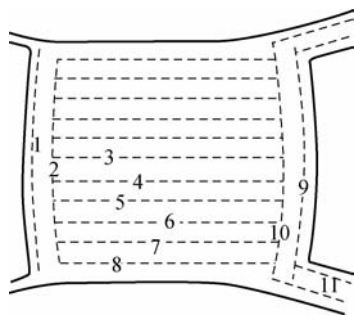

图 8-78 车顶盖的喷涂顺序
(5)车顶盖。为了方便对车顶盖进行喷涂,施工作业人员应站在长凳上,以便能够喷到车顶的中心。首先喷涂一侧的风窗玻璃边缘,然后从中心到外边进行喷涂;一侧完成后,再用相同的方法完成后部和另一侧。车顶盖的喷涂顺序如图 8-78 所示。